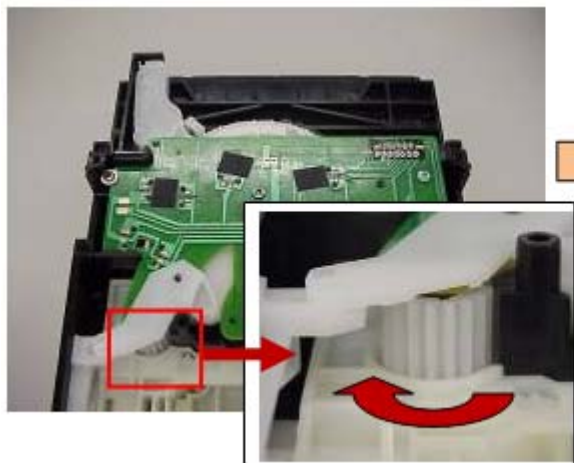

Fig. 1.6
- b. Invierta el MCD (Mecanismo de CD) e identifique el engrane para movimiento de la charola (Fig. 1.6). Regrese el MCD (Mecanismo de CD) a la posición original y gire el engrane en la dirección de la flecha, la charola del CD se moverá hacia el stocker (Fig. 1.7).